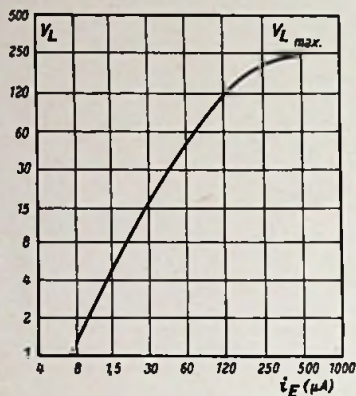

Bild 7.  $V_L$  als Funktion des Emittersstromes bei Regelung
In Bild 7 ist die Leistungsverstärkung  $V_L$  nach Gleichung (4) in Abhängigkeit des Emittersstromes bei Regelung dargestellt. Im Arbeitspunkt  $i_{E0} = 0,5 \text{ mA}$  erreicht  $V_L$  den Wert  $V_{L \text{ max}}$ , entsprechend dem angegebenen Berechnungsbeispiel. Während der Regelung bleiben die für den Arbeitspunkt  $i_{E0} = 0,5 \text{ mA}$  bestimmten Schaltungsgrößen ( $\bar{u}_2, C_0$ ) unverändert, so daß sich ein ganz anderer Verlauf ergibt als bei Bild 4.